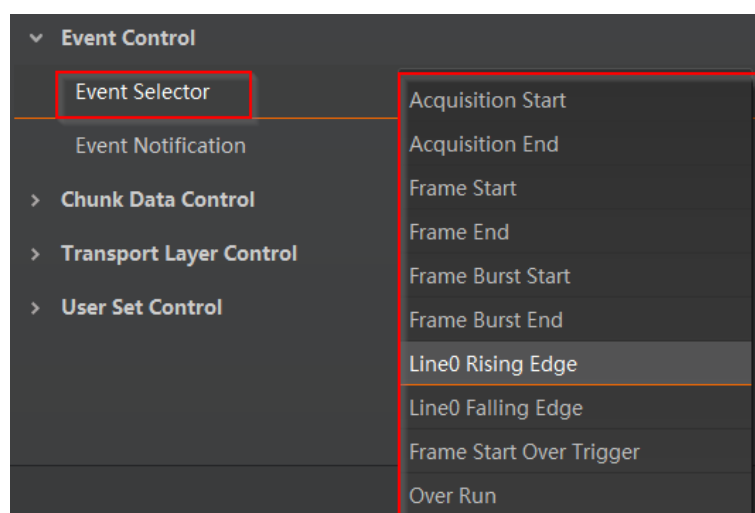

图8-10 选择需要查看的事件
1. 在属性 *Event Control* 下，参数 *Event Selector* 处下拉选择需要查看的事件，如 图 8-10 所示。